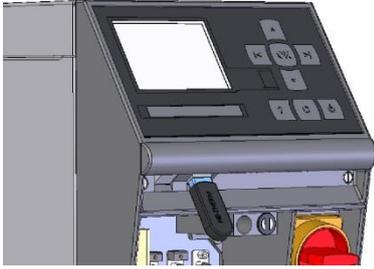

Abb. 77: USB-Datenträger anschliessen
2. USB-Datenträger anschliessen (Abb. 77).